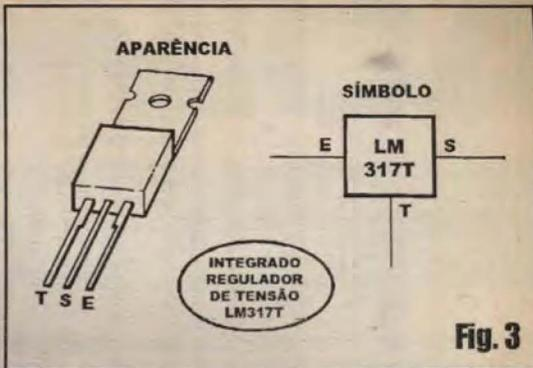

Fig. 3
- FIG. 3 - DETALHANDO O INTEGRADO LM317T... - Como se trata de um componente não muito frequentemente usado nas nossas montagens, mostramos no diagrama o citado LM317T, em aparência externa, pinagem e símbolo utilizado para representá-lo no *esquema* do circuito... Conforme já foi dito, *por*